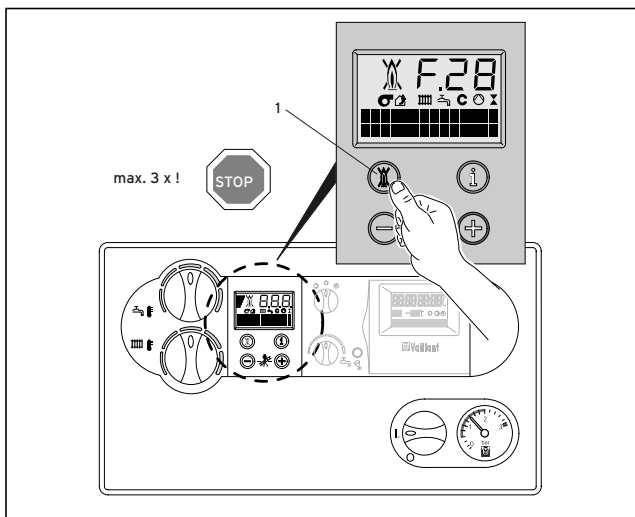

Fig. 3.10 Frakobling
- Trykk i dette tilfellet feiltasten (1) og hold den inne i ca. 1 s (fig. 3.10)